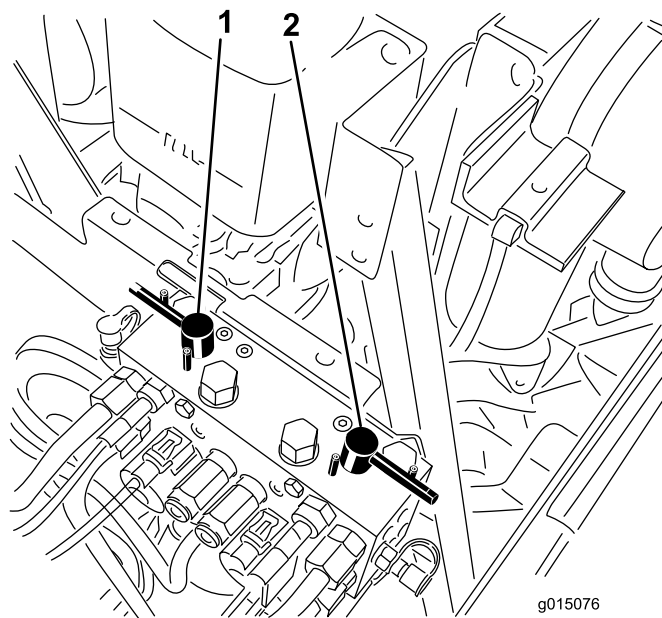

Figura 120
4. Selezionate le leve di lappatura anteriore, posteriore o entrambe per stabilire gli elementi da lappare (Figura 120).